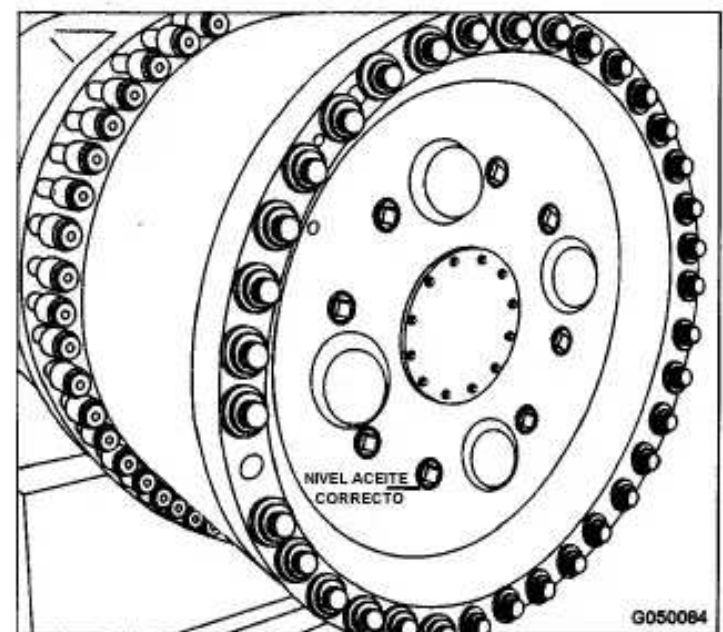

FIGURA 2-7
10. RUEDAS MOTORIZADAS – Revise que el nivel de aceite sea el correcto. Gire un tapón magnético a la posición de las 6 horas y sáquelo. El nivel de aceite se debe ver parejo con la parte inferior de la abertura del tapón. Inspeccione los tapones magnéticos por si tuvieran materiales ferrosos. Dé servicio al motor de rueda según sea necesario. Consulte la Figura 2-7.